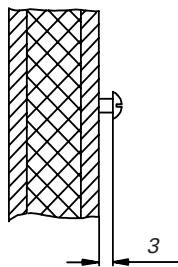

Рис. 3.2
2. В верхнее среднее отверстие ввинтите один из деревянных болтов. На этот болт подвешивается прибор управления. Для этого болт должен выступать примерно на 3 мм (Рис. 3.2).